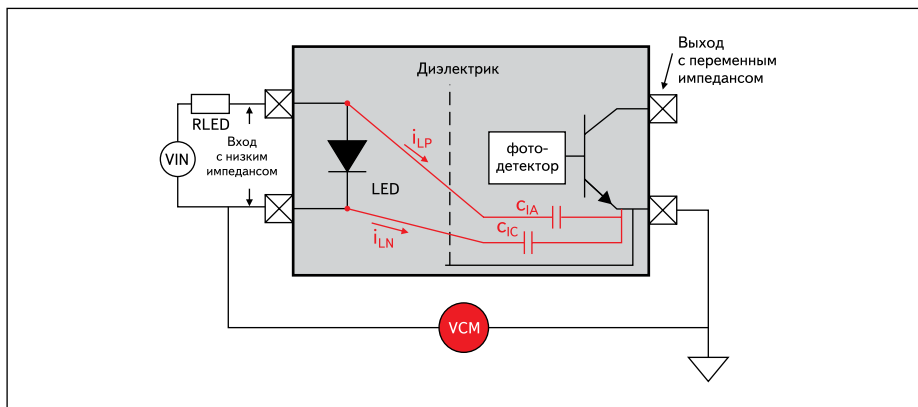

Рис. 5. Способ влияния синфазной помехи в оптронной развязке
4. Несимметричная передача данных в оптопарах не обеспечивает высокой устойчивости к синфазной помехе. Здесь даже в квазидифференциальном включении светодиода (рис. 5) помеха влияет хоть и через небольшую, но паразитную емкостную связь таким образом, что положительно